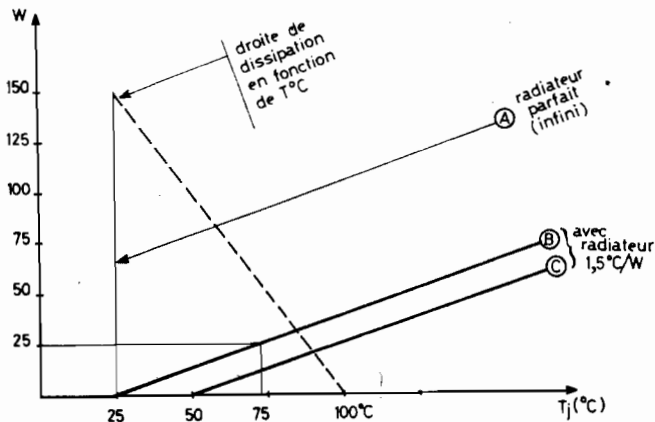

Fig. 9
D'autre part, la figure 9 indique qu'il supporte 150 W si le système de refroidissement est suffisamment parfait (radiateur infini), pour amener sa température de boîtier à 25 °C (A). En réalité, les refroidisseurs utilisés sont loin d'avoir une résistance thermique nulle. La droite (B) correspond à un radiateur de bonnes performances, dont la résistance thermique (soit l'inclinaison de la droite) est de 1,5 °C/W (en effet, celle-ci s'incline de  $75 - 25 = 50$  °C pour 25 W). On voit que la plupart du temps, sans recourir à des ventilations forcées ou autres procédés performants, on ne pourra dissiper avec le transistor pris en exemple, qu'un peu plus de 25 W. Nous sommes loin des 150 W annoncés par le fabricant. De plus, on a considéré que notre radiateur pouvait maintenir le boîtier du transistor à 25 °C (maxi). En réalité, ce serait considérer que la température ambiante est toujours inférieure à cette température. On aura conscience de la considérer à 50 °C. D'abord à cause des éléments proches (transformateur, redresseur, etc.) qui produisent de la chaleur, ensuite parce qu'on ne peut concevoir un montage qui ne pourrait fonctionner qu'à une saison.